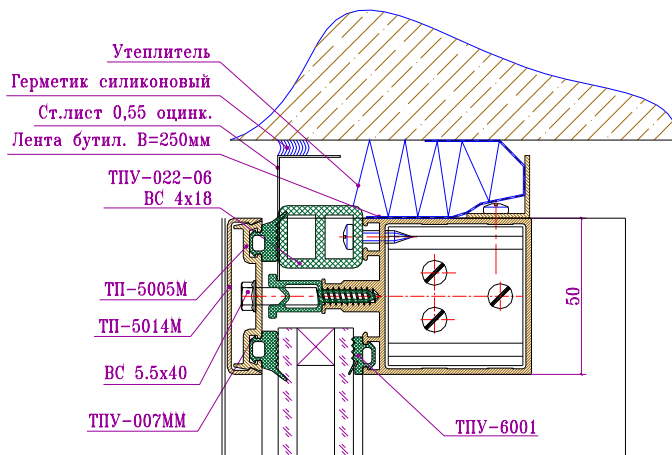

Рис.6-15 Установка стеклопакета  $b=24$ мм
- Перед установкой заполнения установить две алюминиевые подкладки (несущие) ТП –5094 (ТП-5095) (рис.6-15) в пазы нижнего ригеля на расстоянии 150 мм от каждой стойки. На подкладки приклеиваются (клеем НП-88) подкладки ТПУ-012 (ТПУ-013).
- Под крайние прижимы ТП-5005, со стороны проема для избежания перекосов, устанавливаются подкладки ТПУ–022-06 (ТПУ-022-01) толщиной 27мм (34 мм) (рис.6-15);